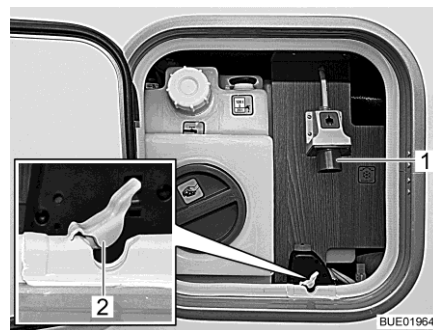

Fig. 188 Conexión de 230 V en el vehículo
- Abrir el sello (Fig. 188,2) del paso de cables.
- Enchufar el conector enchufable en la conexión de 230 V (Fig. 188,1) del vehículo.
- En la conexión (Fig. 188,1) del vehículo, desconectar el conector enchufable y quitar el cable de conexión.
- Introducir el sello (Fig. 188,2) del paso de cables en la escotadura de la junta de la trampillas de servicio.